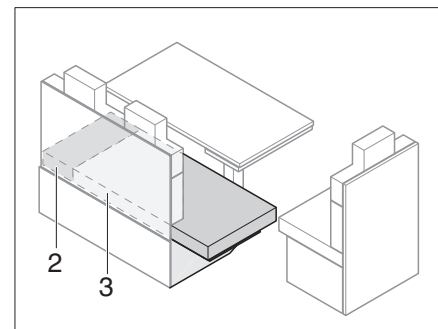

Fig. 142 Después de la ampliación
- Tirar el cojín del asiento (Fig. 142,3) a la prolongación del banco de asiento.
- Poner un cojín adicional (Fig. 142,2) entre el cojín del asiento (Fig. 142,3) y la pared exterior.
- Quitar los cojines adicionales (Fig. 142,2).
- Tirar del cojín del asiento (Fig. 142,3) y colocarlo sobre banco de asiento.